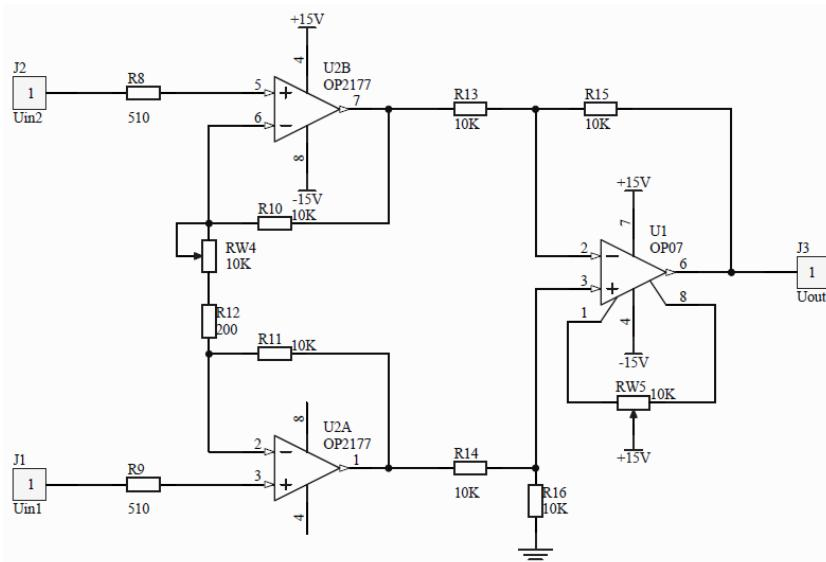

图 1.5 差动放大器 I 电路原理图
②电压表示数存在波动, 会存在误差。③未完全调零。④应变片安装的位置不够对称可能导致测量结果出现偏差。
2、根据图 1.5 差动放大器 I 电路原理图, 分析差动变换器 I 的放大倍数。